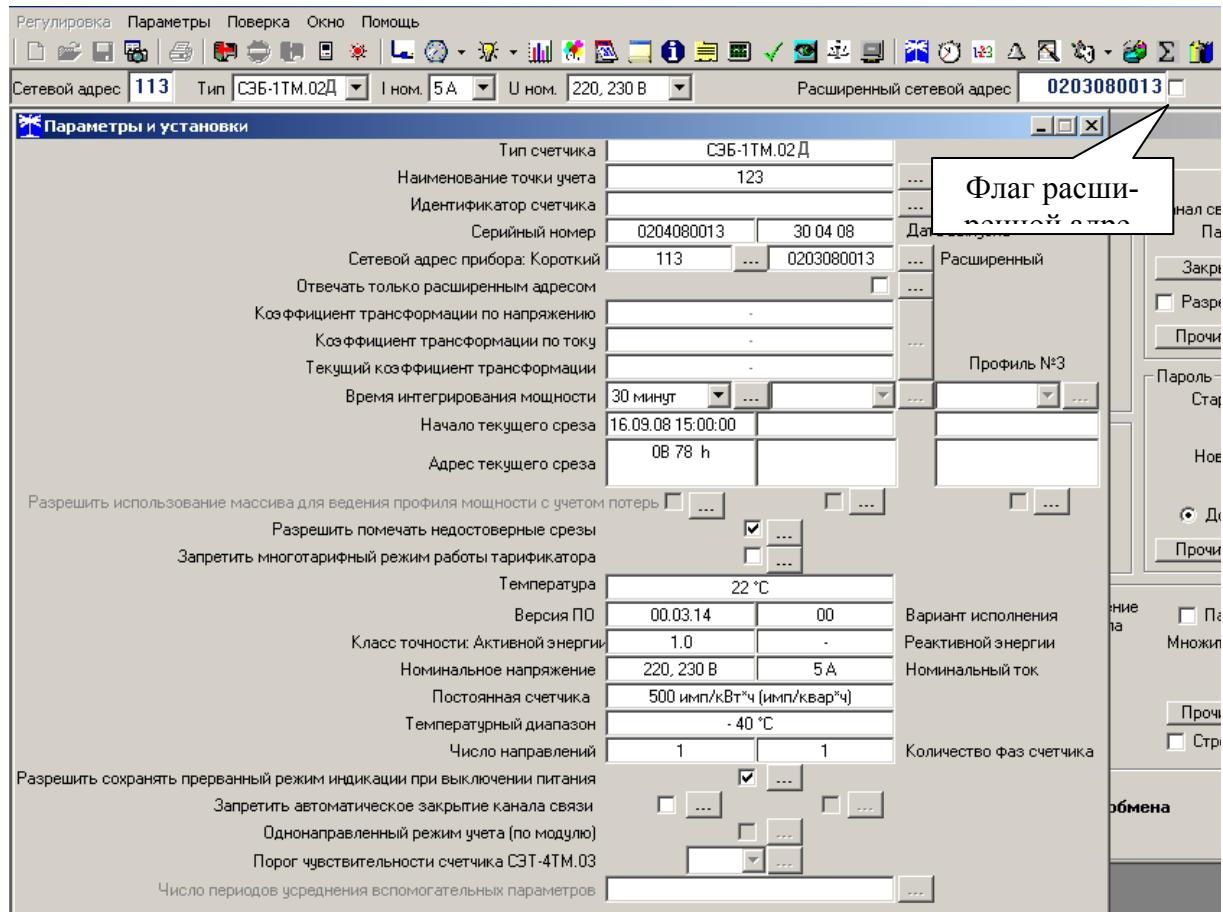

Рисунок 2 – Форма «Параметры и установки»
8.2 Для изменения адреса, нужно в соответствующее окно «Сетевой адрес» «Короткий», «Расширенный» формы «Параметры и установки» (рисунок 2) вписать требуемое значение и нажать кнопку «Записать», справа от окна. После успешной записи новый адрес автоматически переписывается в соответствующие окна «Сетевой адрес», «Расширенный сетевой адрес» генеральной формы программы для дальнейшей адресной работы со счетчиком.
8.7 Счетчик в ответ на запрос с коротким адресом отвечает коротким адресом, а на запрос с расширенным адресом, отвечает расширенным адресом. Для настройки конфигуратора на работу с расширенным адресом необходимо установить флаг рядом с окном «Расширенный сетевой адрес» генеральной формы программы (рисунок 2) или снять этот флаг для работы с коротким адресом.
4), по которой будет вестись учет. Если в счетчик уже введено тарифное расписание, а требуется вести учет по одному тарифу, то достаточно установить программируемый флаг «Запретить многотарифный режим работы тарификатора» на форме параметры и установки (рисунок 2). При этом учет будет вестись по тарифу 1.